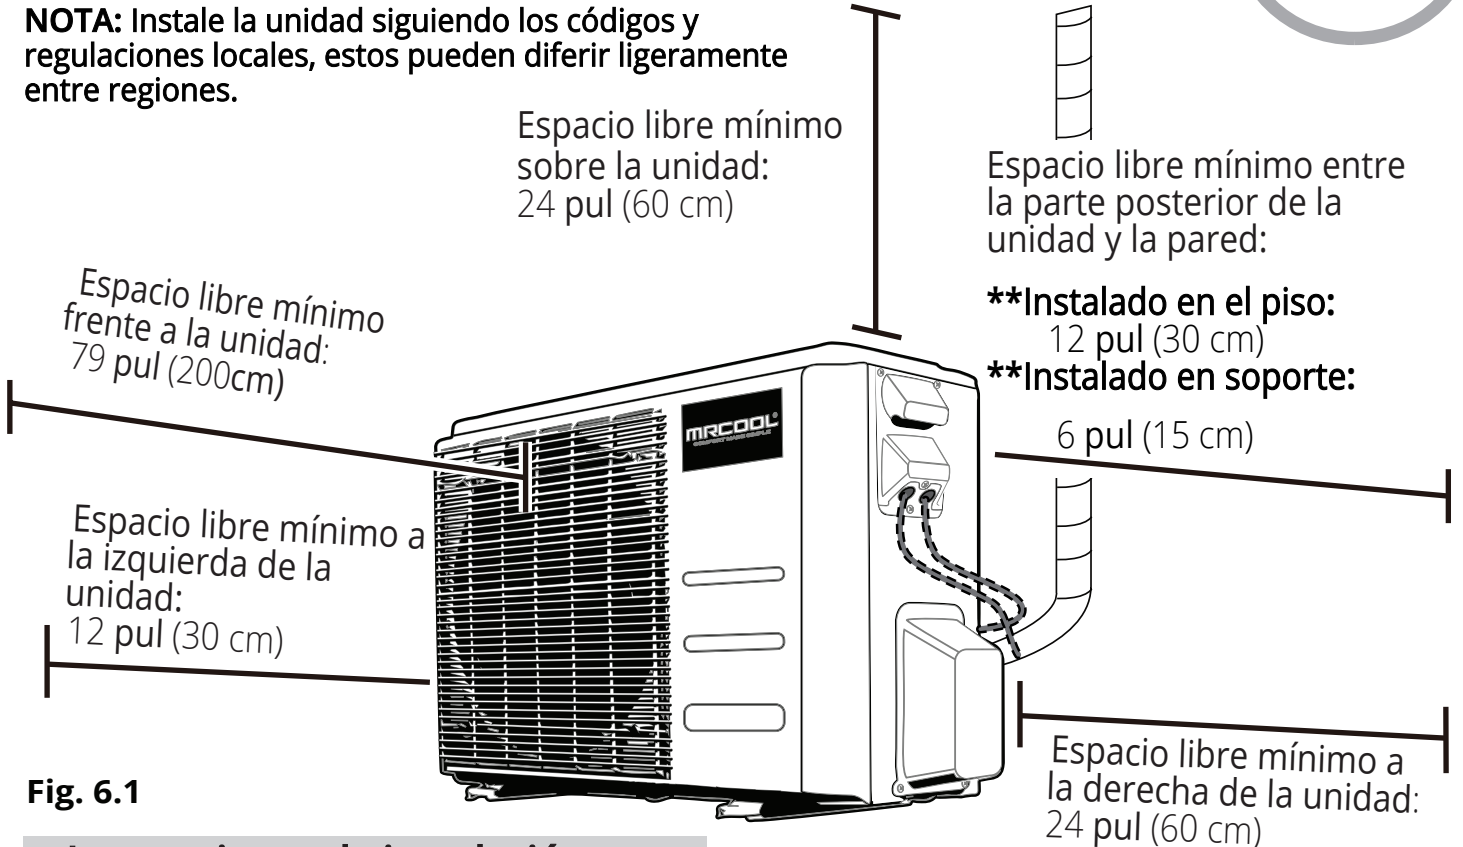

Fig. 6.1
- Cumple con todos los requisitos de espacio que se muestran en la ilustración anterior (Fig. 6.1)